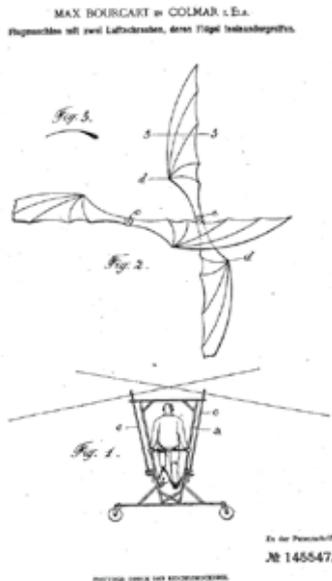

Abbildung 4: Patentschrift von Max Bourcart (Colmar, Elsass) aus dem Jahre 1902: „Flugmaschine mit zwei Luftschrauben, deren Flügel ineinandergreifen“
5. Historische Anmerkung: Max Bourcart hat bereits 1902 in seiner Patentanmeldung „Flugmaschine mit zwei Luftschauben, deren Flügel ineinandergreifen“ die Achsspreizwinkel mit $\beta = 12^\circ$ angegeben. Wie aus Abbildung 4 zu entnehmen ist, wurde ein Rückenschwimmer-Typ mit dem Schwerpunkt unter den „Schrauben“ patentiert.